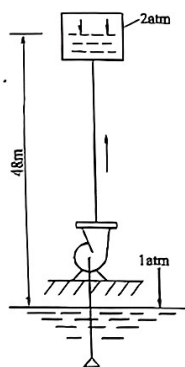

图 2-108
(3) 如该泵将液体输往高地密闭水箱时，密闭水箱内的压力为 2at (图 2-108)，试问此时该泵的静扬程 H_{ST} 应为多少？